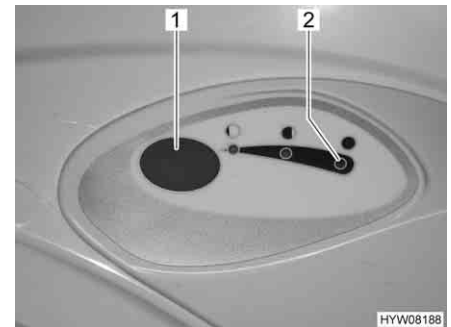

Fig. 202 Botón del inodoro/luz de control del inodoro Thetford
- Para lavar, pulsar el botón del inodoro azul (Fig. 202,1).
La luz de control (Fig. 202,2) se enciende cuando es necesario vaciar el depósito de aguas fecales.